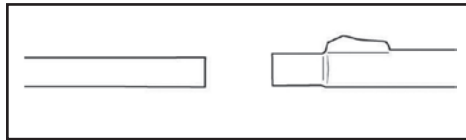

Fig. 2
2. Presione el tubo de metal telescópico hasta introducirlo en el extremo de la empuñadura (fig. 2).